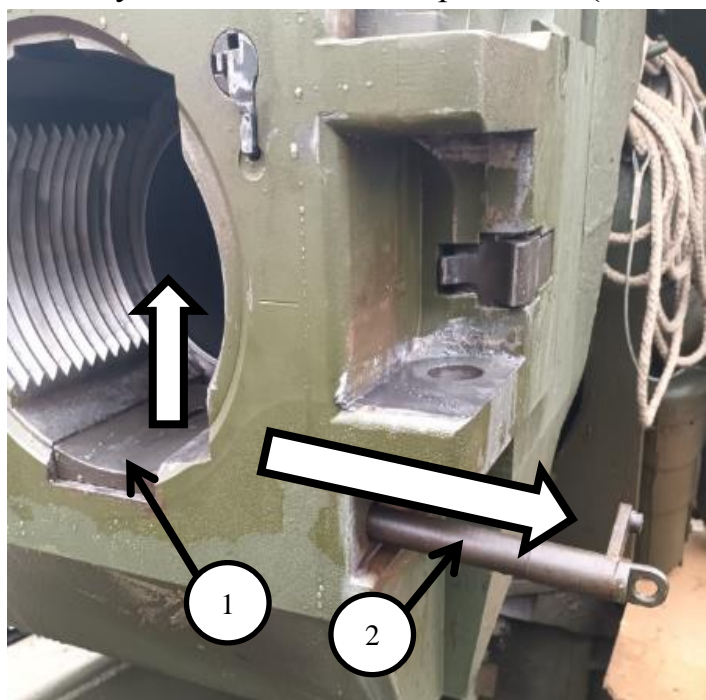

Рисунок 16
1. Вынуть ось для качания рычага 2 (Рис. 16).
2. Вынуть из паза в поршневом гнезде казённого направляющую планку 1 (Рис. 16) вместе с рычагом для подъёма направляющей планки и разъединить их.